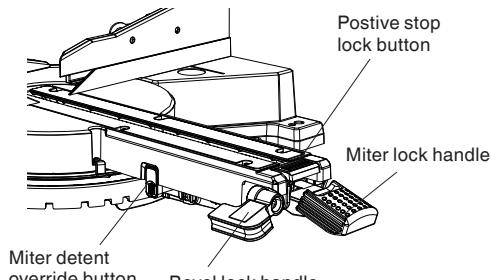

Fig. 14
7. Miter detent override button (Fig. 14)